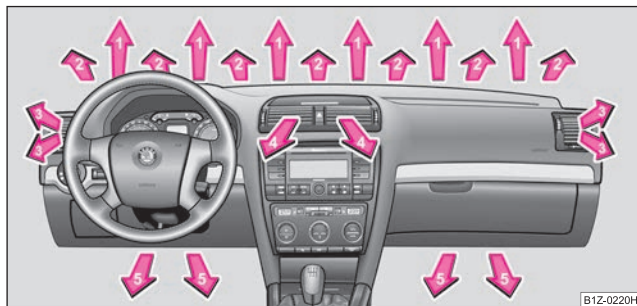
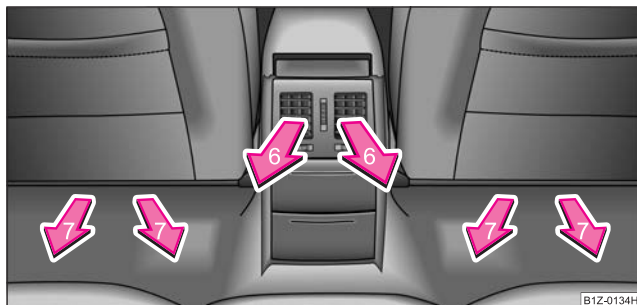

Fig. 123 Gurile de ventilație din față
Fig. 124 Gurile de ventilație din spate
- Gurile de ventilație **3** ⇒ pagina 106, fig. 123 deschise și îndreptate spre geamurile laterale
- Gurile de ventilație **3** și **4** ⇒ pagina 106, fig. 123 deschise
Admisia aerului prin fiecare gură de ventilație se reglează de la regulatorul **C**. Gurile de ventilație **3**, **4** ⇒ fig. 123 și **6** ⇒ fig. 124 se pot deschide și închide separat.